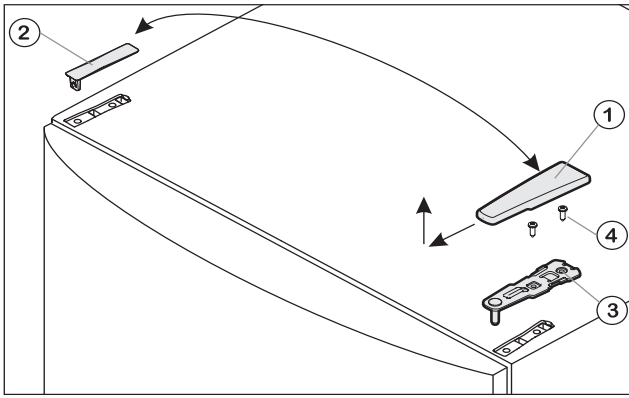

Fig.1
- Enlever le cache Fig. 1 (1) vers l'avant et vers le haut.
- Retirer le cache Fig. 1 (2).
- Dévisser le support d'appui supérieur Fig. 1 (3) (2 Torx® 25) Fig. 1 (4) et retirer vers le haut.
- Placer le support d'appui supérieur Fig. 1 (3) sur le nouveau côté charnière de porte.
- Visser le support d'appui supérieur à fond (avec 4 Nm) (2 Torx® 25) Fig. 1 (4). Pointer les trous de vissage ou utiliser une visseuse sans fil.
- Faire encliqueter le cache Fig. 1 (1) et le cache Fig. 1 (2) du côté opposé.